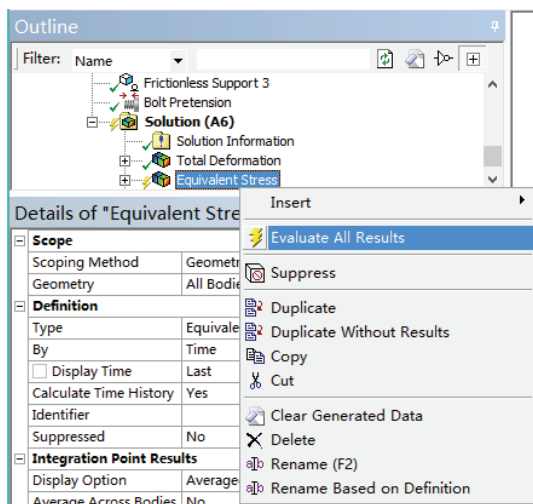
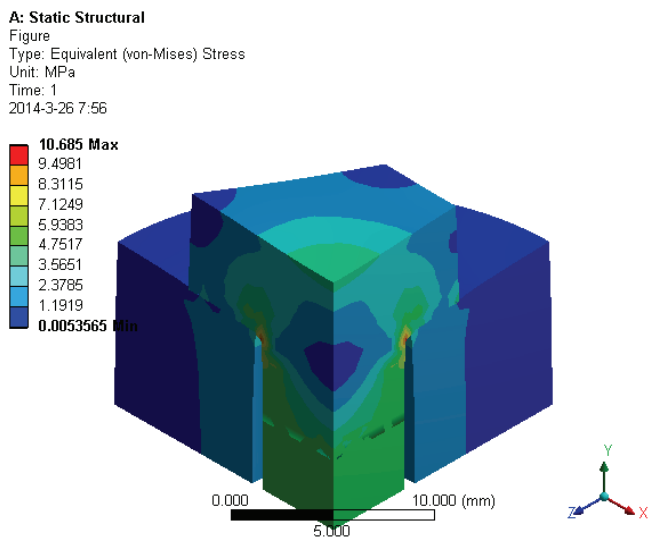

图 8-33 求解应力图
图 8-34 应力云图
7) 在 Outline 树结构图 Equivalent Stress 上单击右键, 在弹出的快捷菜单中选择 Evaluate All Results, 如图 8-33 所示, 此时进行求解, 求解后得到的图形如图 8-34 所示。